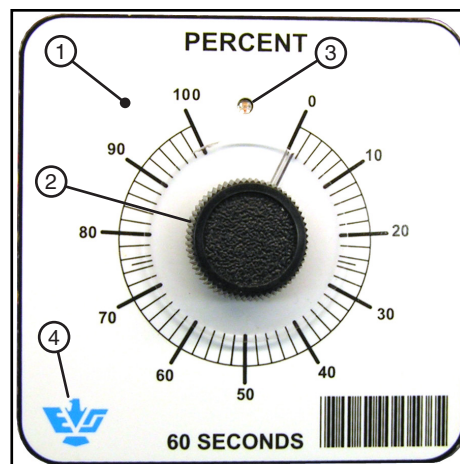

Figura 32-1 1. Timer % a stato solido Eagle
- Il timer % a stato solido Eagle è illustrato nella Figura 32-1.